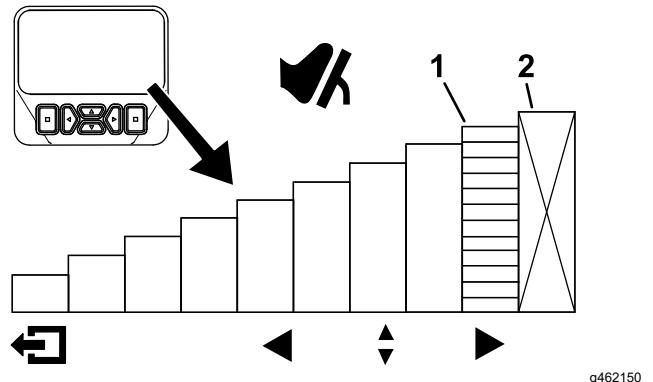

Figura 29
Para establecer temporalmente la velocidad máxima de la máquina, pise el pedal de tracción a fondo hacia adelante (Figura 28). Puede establecer una velocidad independiente para los intervalos de siega y transporte (Figura 29).
- Para acceder a esta función, pulse el botón de navegación Arriba o Abajo desde la pantalla principal (Figura 29).